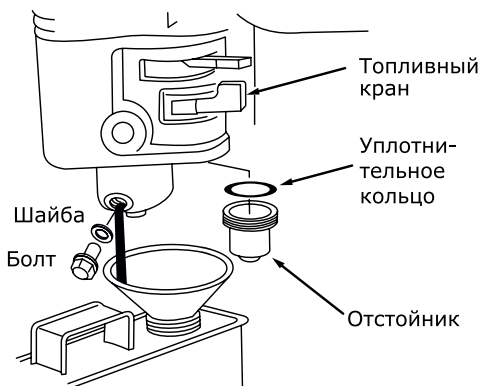

Рис. 10
Переместите топливный кран в положение «Закрыто» (OFF), открутите топливный фильтр и снимите уплотнительное кольцо. Промойте детали в растворителе, тщательно прочистите их и снова установите на прежние места. Переместите топливный кран в положение «Открыто» (ON) и убедитесь, чтобы не было утечек (см. рис.10).